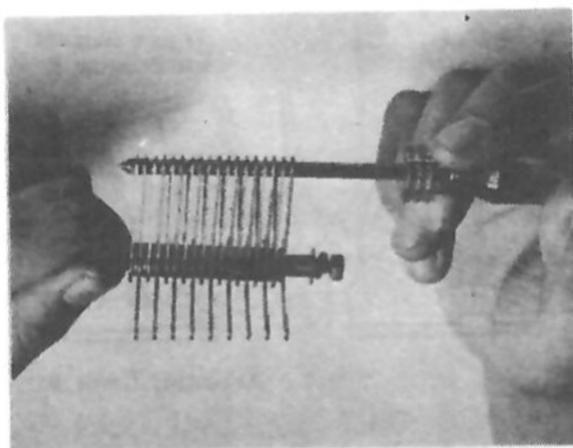

Fig. 8-36 Abheben der Ankerhebel A von den Hebeln B
5) Abheben der Ankerhebel A (58-A) von B (58-B) mittels eines Schraubenziehers. (Fig. 8-36).